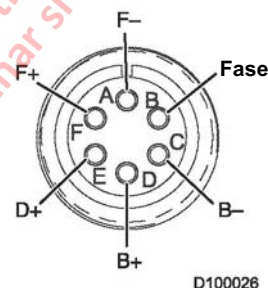

FIGURA 10-13. IDENTIFICACIÓN DE LA CONEXIÓN DE LOS PINES
2. Conecte los conductores del medidor desde el pin A (F-, Figura 10-13) y el pin F (F+) en el conector del arnés del regulador. El DMM debe mostrar $1,2 \pm 0,2$ ohmios.